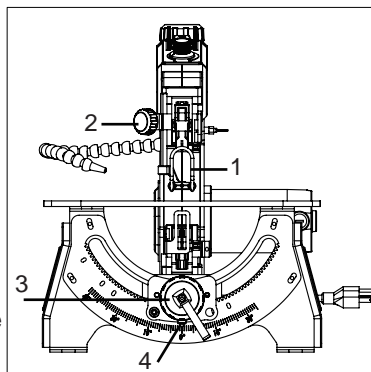

FIGURE 5
2. Desserrez le bouton d'ajustement de hauteur du protège-lame (Fig. 5, 2), déplacez le pied du protège-lame (1) à sa position la plus haute et resserrez le bouton.
3. Inclinez la table à l'angle voulu en desserrant la poignée de blocage (3). Déplacez la table à l'angle voulu selon l'échelle d'angle et le pointeur (4).
4. Serrez la poignée de blocage (Fig. 5, 3).